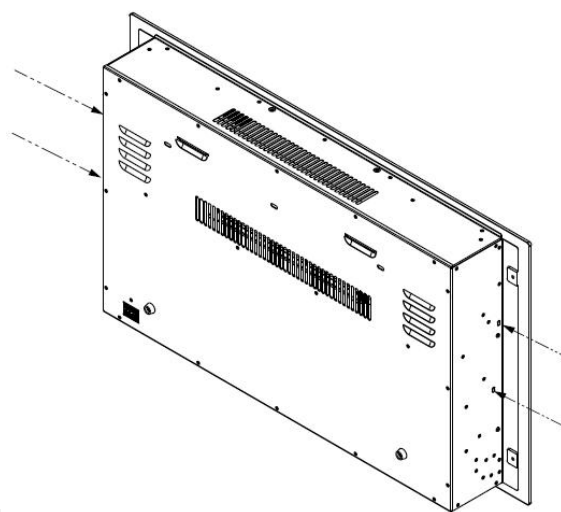

Fig.2
K. Placez le dispositif face vers le bas sur une surface douce et non abrasive. Enlevez le support à l'arrière du dispositif en dévissant les vis, référer à la Figure 2.